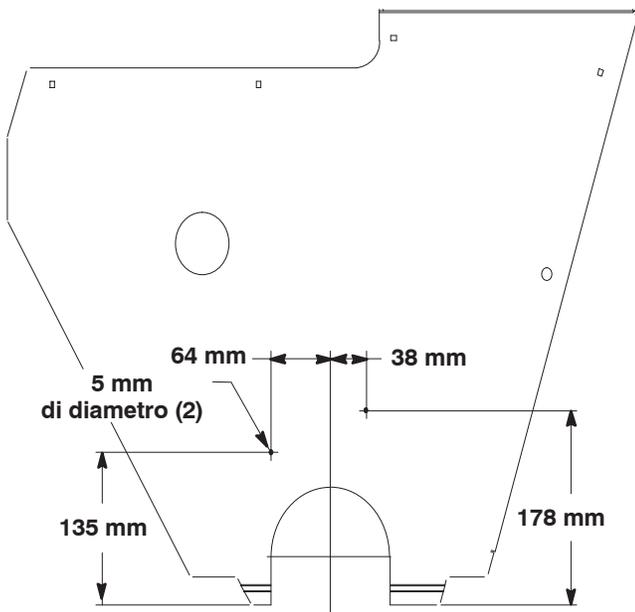

Figura 11
16. Utilizzando le dimensioni riportate nella figura 11, marcate e trapanate nella copertura due fori del diametro di 5 mm.